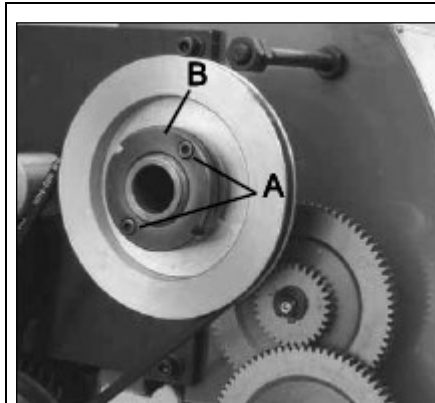

fig. 36
Coussinet de la broche principale (fig. 36)
Desserrez les deux vis à six pans creux (A, fig. 36) situées dans l'écrou à fentes (B) à l'arrière de la broche. Serrez l'écrou à fentes jusqu'à la compensation du jeu axial. La broche devrait continuer à tourner. Resserrez ensuite les deux vis à six pans creux (A).